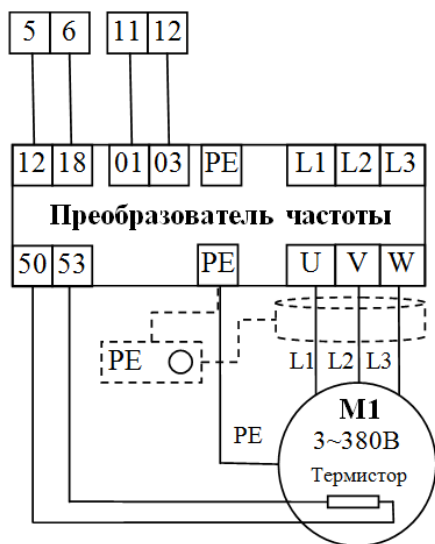
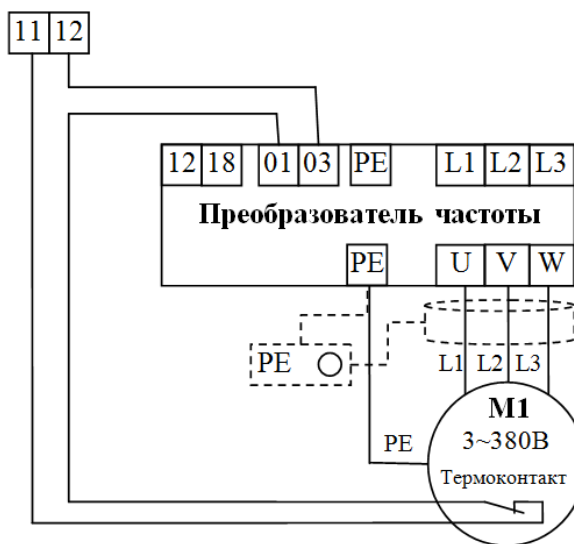

Рис. 3.2
Рис. 3.3
- Защита двигателя осуществляется, как правило, средствами ПЧ — использованием встроенной в ПЧ функции электронного теплового реле (ЭТР)*, или подключением к ПЧ термистора двигателя (при его наличии, рис. 3.2), или последовательным подключением термоконтакта двигателя (при его наличии) и клемм 01*-03* ПЧ к клеммам 11 и 12 клеммника X1 (рис. 3.3).
*Для использования функции термисторной защиты (рис. 3.2) в ПЧ «Danfoss FC 51» необходимо установить для параметра 1-90 «Тепловая защита двигателя» значение [2] «Отключение по термистору» (заводская настройка — [0]), а также для параметра 1-93 «Источник термистора» значение [1] «Аналоговый вход 53».
*Для защиты двигателя при помощи термоконтакта **через модуль управления** (рис. 3.3) значение параметра 1-90 «Тепловая защита двигателя» оставить равным [0] «нет защиты» (заводская настройка — [0]).